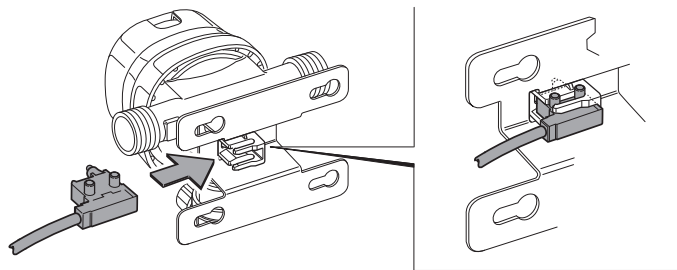

Fig. 4
- Infilare il trasduttore di lato nel supporto del DuoControl CS (Fig. 4). Si deve sentire il trasduttore che si innesta nel supporto.